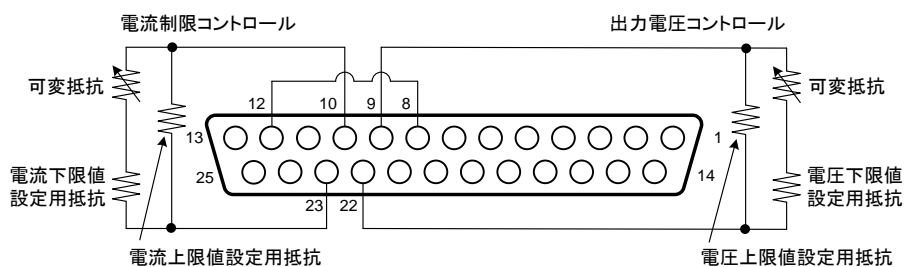
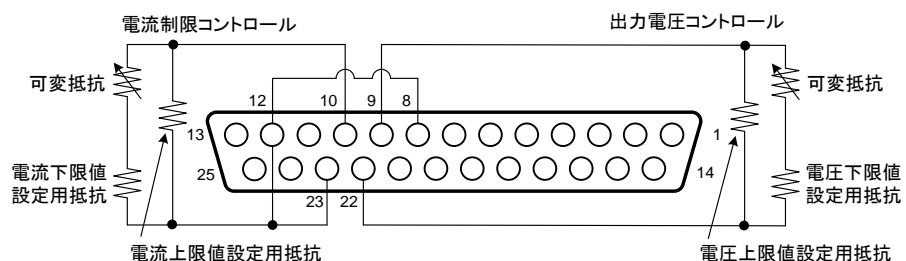

図 5-2 750W / 1500W リモートコントロール抵抗（J1 コネクタはリアパネルから見た図）
図 5-3 2400W / 3300W / 5000W リモートコントロール抵抗（J1 コネクタはリアパネルから見た図）
- ◆ 図 5-2 または図 5-3 および「3-4-1. J1 コネクタの機能およびピン配列」の図 3-8、表 3-2 を参照してください。
- (6) 図 5-2 または図 5-3 に示すようにコントロール抵抗を J1 のプラグ側に接続してください。